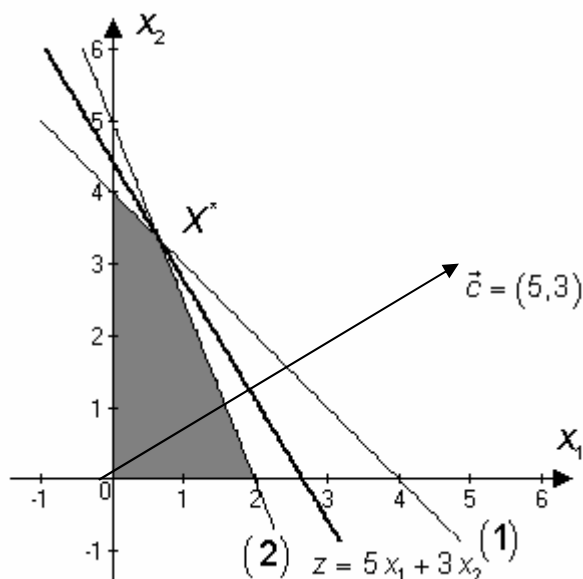

Рис. 2.4.1
Первому ограничению задачи соответствует прямая $x_1 + x_2 = 4$, обозначенная на рис. 2.4.1 значком (1). Точки пересечения этой прямой с осями координат: (4,0), (0,4). Прямая $5x_1 + 2x_2 = 10$, соответствующая второму ограничению, пересекается с осями координат в точках (2,0), (0,5). Аналогичным образом учитываем ограничения (3) на знак переменных. Множество допустимых решений данной задачи изображено на рис. 2.4.1 в виде заштрихованного четырехугольника.
На рис. 2.4.1 видно, что это точка является точкой пересечения прямых (1) и (2). Ее координаты можно найти как решение системы уравнений, задающих эти прямые: